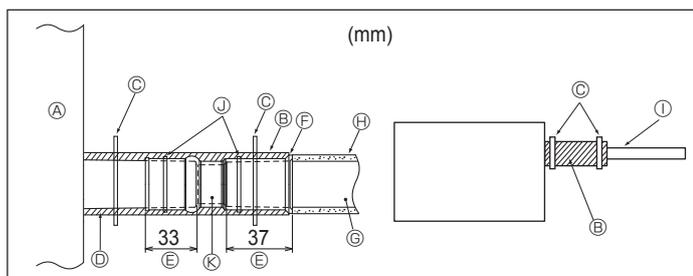

Abb. 3-5
1. Die Ablaufmuffe (mit der Anlage geliefert) an den Drainageauslaß anschließen. (Abb. 3-5) (Das Rohr mit PVC-Kleber ankleben und dann mit einem Bänder sichern.)
[Abb.3-5]